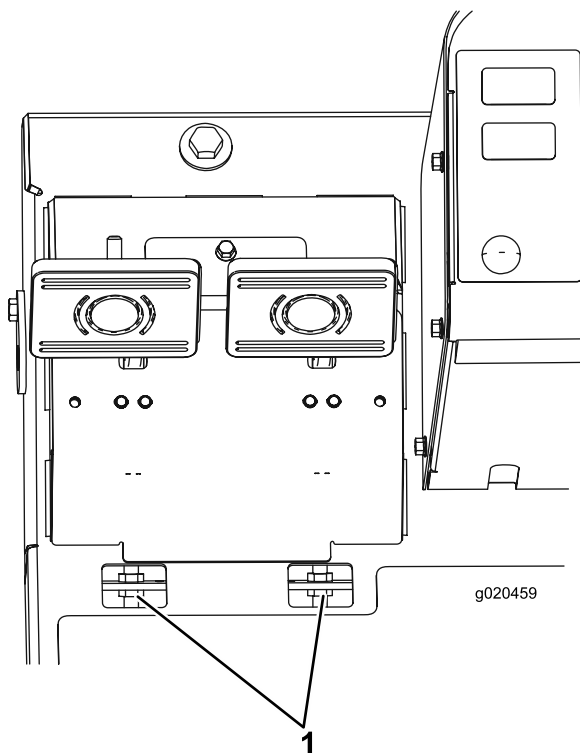

Figura 99
- B. Allentate il dado anteriore sull'estremità filettata del cavo del freno (Figura 99).